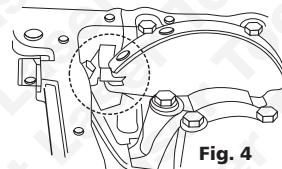

Fig. 4
Les procédures pour la dépose et l'installation des courroies de distribution sur ces moteurs sont similaires à celles détaillées ci-dessus, mais la pige de calage du vilebrequin est différente. Utilisez la pièce (B). Cette pige doit être mise en place dans la fente sur la flasque de vilebrequin. (Fig. 4)